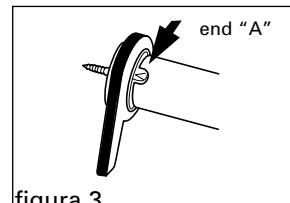
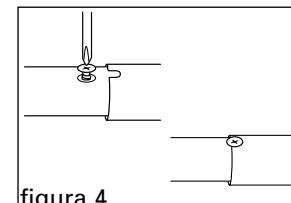

figura 3
figura 4
- Determine si usted tiene centros de 16" o 24" en las viguetas del techo (figura 2). El Saf-T-Brace® esta preprogramado en la factoria para centros de 16". Si usted tiene 24" usted necesita deslizar hacia afuera el tubo interior (extremo "A") como 8" (figura 3) y entrar el tornillo pequeño para plancha de metal provisto en el hueco del tubo interior. Despues de instalar es tornillo de retencion, deslice la muesca en el tubo exterior hacia arriba para asegurarlo alrededor del tornillo (figura 4).